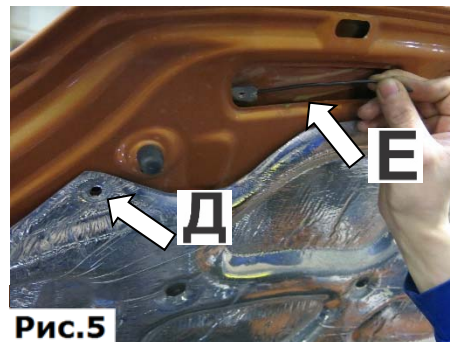

Рис.5
5. Извлечь поршень **Д** и завести планку закладную через технологическое отверстие **Е**, (Рис.5).